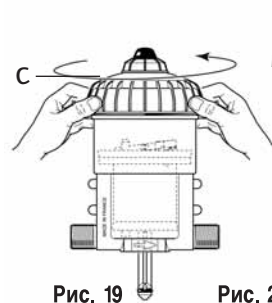

Рис. 19
- Отвинтите колпак вручную (Рис. 19-С) и снимите его.